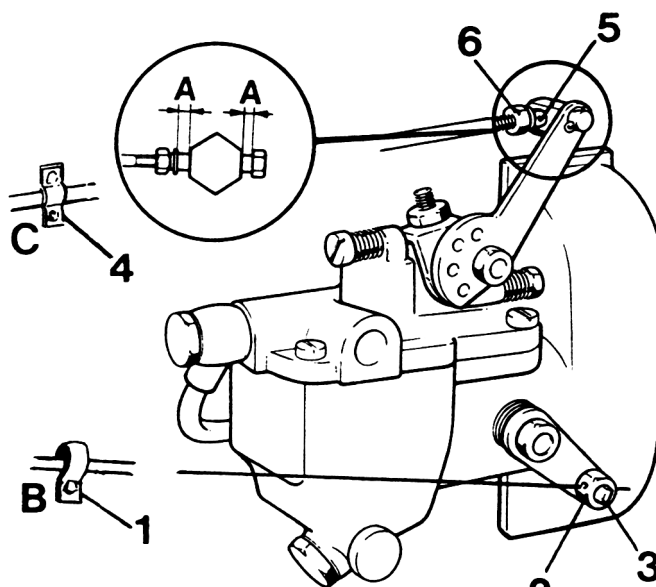

Fig 96.
- B. Chokereglagekabeln hängs upp i klamman på transmissionskåpan (1 fig 96) och ansluts till armen för chokespjället (2). Justera reglaget så att helt stängt och helt öppet spjäll erhålles. Lås därefter med låsskruven (3) och klamman (1).
- C. Varvtalsreglagekabeln fästes med klamman på avgasröret (4) och skruvas i spjällarmens anslutningshylsa (5). Kontrollera då reglaget står i neutralläge att anslutningshylsan (5) har en frigång av 1,5 mm på var sida om tärningen "A". Lås därefter med låsmuttern (6) mot hylsan (5) och klamman (4).